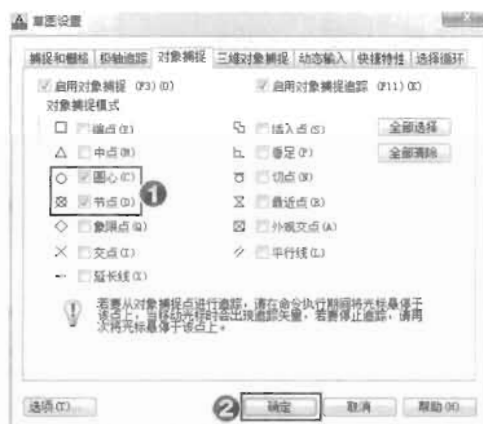

图 3-4
(3) 右键单击辅助工具中的“对象捕捉”按钮, 选择“设置”命令, 在弹出的“草图设置”对话框中勾选“圆心”和“节点”复选框, 然后单击“确定”按钮, 如图 3-4 所示。